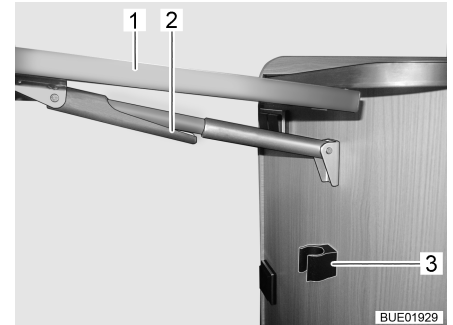

Bild 31 Fälla in klappbord till köksbänk
- Ta tag i klappbordet till köksbänk (Bild 31,1) yttre del och lyft det lätt uppåt. Med den andra handen svänger du fixeringen (Bild 31,2) vid teleskopfästet nedåt.
- Fäll bordsskivan nedåt tills teleskopfästet hakar fast i fästet (Bild 31,3).